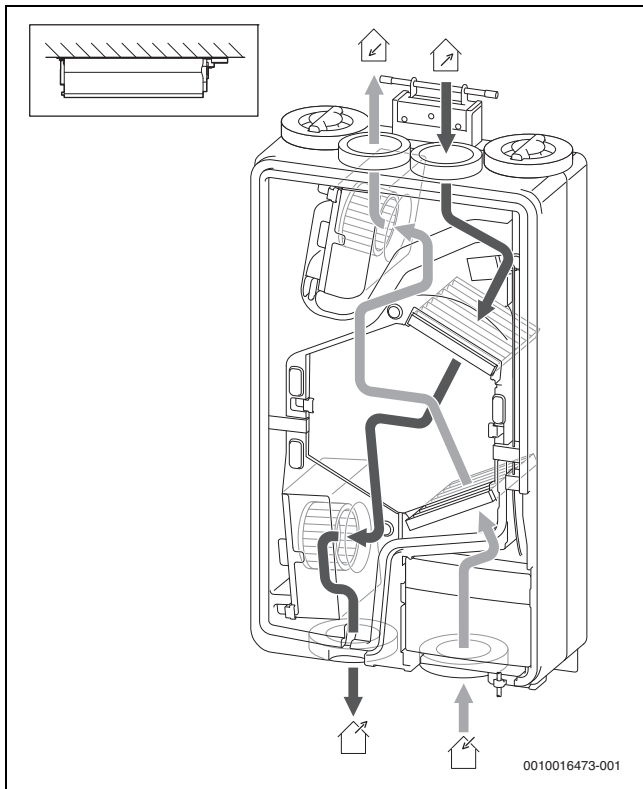
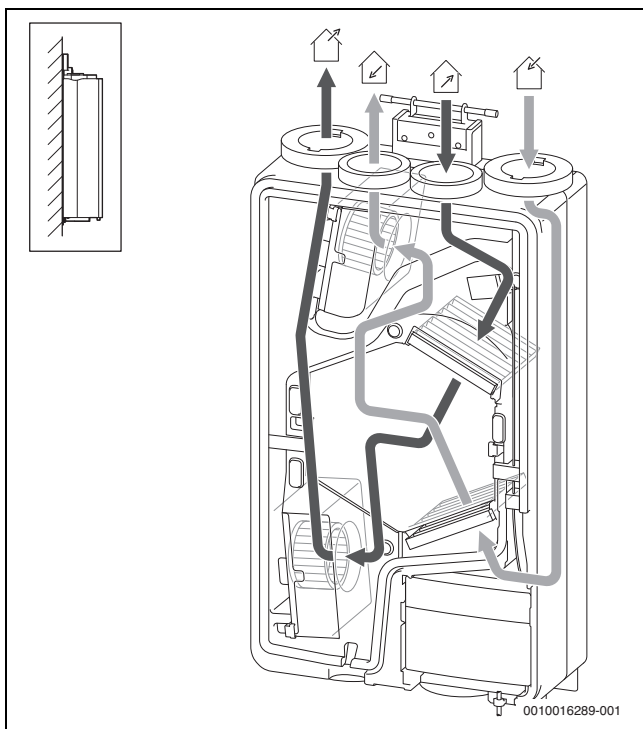

Bild 7 Luftseitiger Geräteanschluss bei Deckeninstallation
Bild 8 Luftseitiger Geräteanschluss bei Wandinstallation
**Legende zu Bild 7 und Bild 8:**